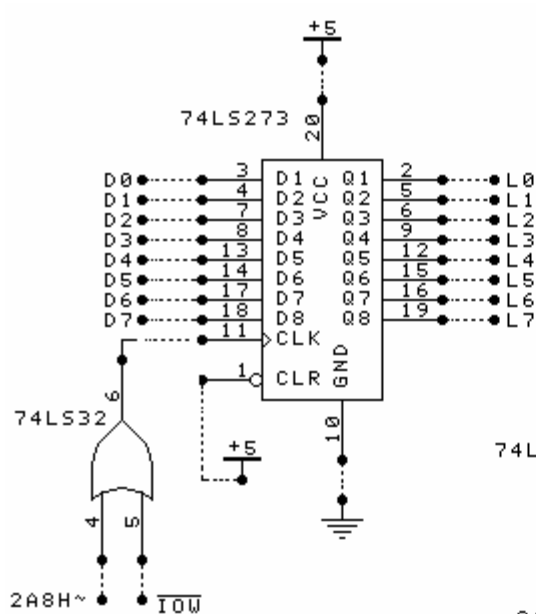

图2-1
1、按下面图2-1简单并行输出接口电路图连接线路(74LS273插通用插座，74LS32用实验台上的“或门”)。74LS273为八D触发器，8个D输入端分别接数据总线D0~D7，8个Q输出端接LED显示电路L0~L7。